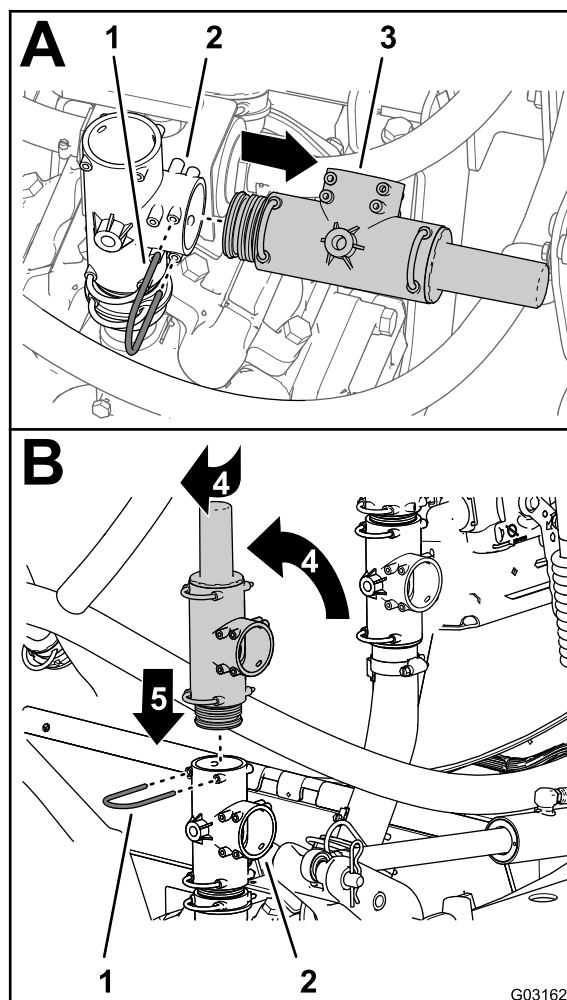

Figura 216
3. Retire la horquilla de retención que sujeta la válvula de alivio de presión al acoplamiento en T en la bomba del fumigador y retire la válvula de alivio (Figura 216).
4. Gire la válvula de alivio de presión hacia arriba, tal y como se muestra en la Figura 216.
5. Inserte la válvula de alivio de presión en la parte superior del acoplamiento en T hasta que la válvula esté totalmente asentada (Figura 216).